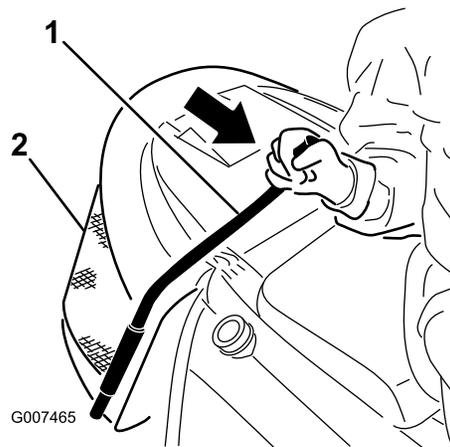

Figure 15
2. Tirez la tige du bac à herbe vers l'avant pour basculer le bac (Figure 15).